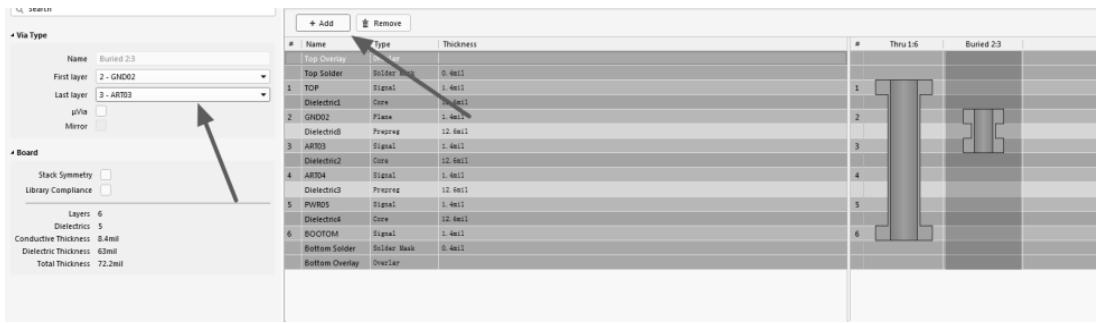

图 16-46 钻孔类型的添加
(2) 按快捷键“DK”，进入层叠管理器，选择“Via Types”选项卡，进行盲孔设置，如图 16-46 所示，添加钻孔类型，如 TOP-GND02、TOP-ART03、GND02-ART03。